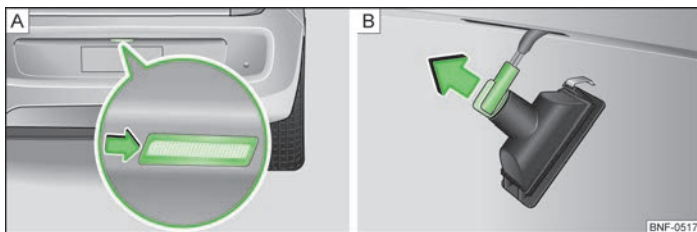

Bild 125 Byta glödlampa till nummerskyltbelysningen
- Stick in ett passande, tunt föremål, t.ex. en skruvmejsel, i urtaget i pilområdet och bänd försiktigt ut nummerskyltbelysningen ur stötfångaren » bild 125 - A.
- Vrid lamphållaren **moturs** och ta ut den i pilens riktning » bild 125 - B.